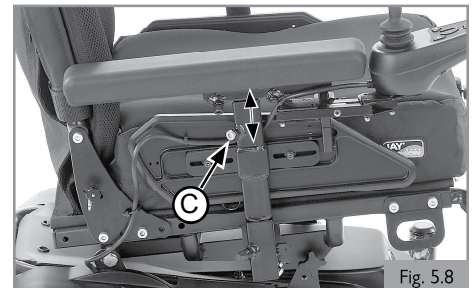

Fig. 5.8
**5.6 Réglage de la hauteur d'accoudoirs prédéfinie (Fig 5.8)**